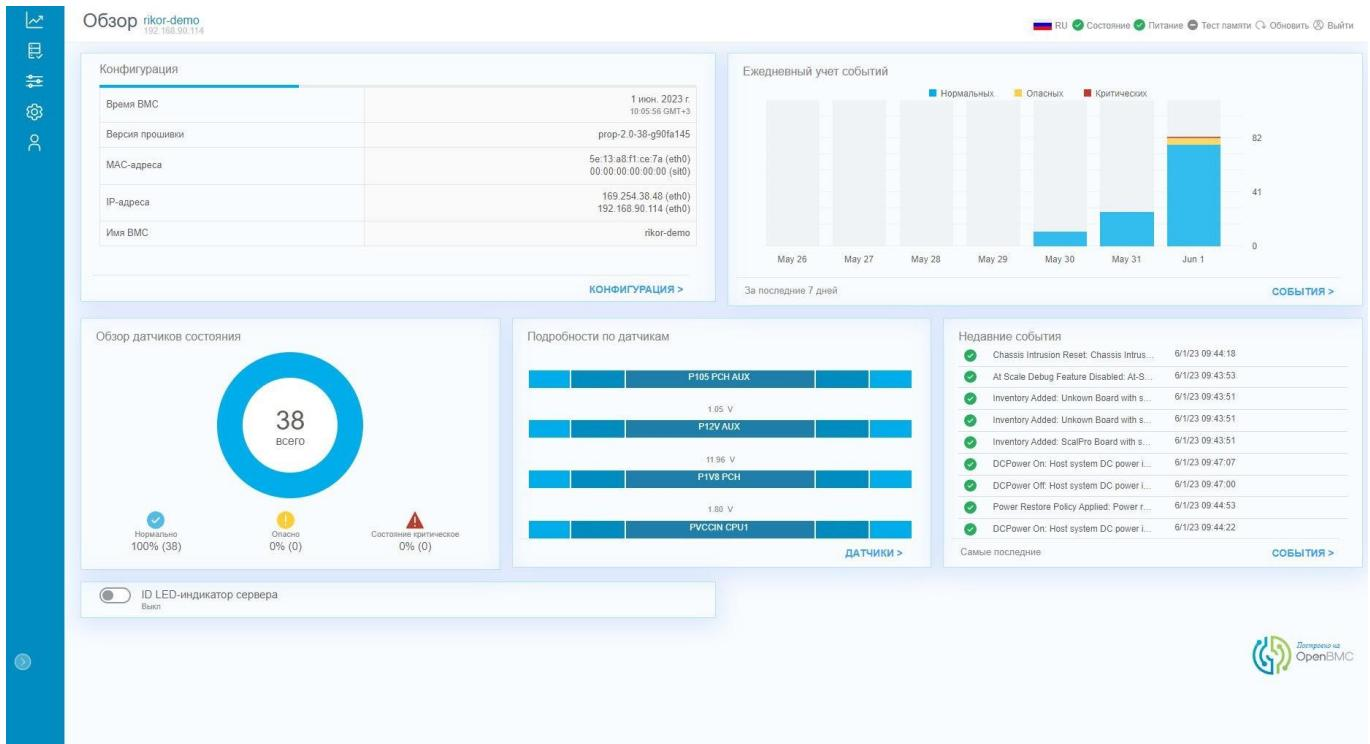

Рисунок 5 – Окно интерфейса, панель навигации свёрнута
- Можно свернуть нажатием левой кнопкой мыши на пиктограмму в нижней части панели (Рисунок 5).